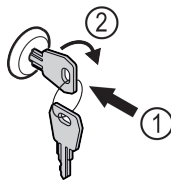

Fig. 82 Voorbeeld
- ▶ Sleutel erin duwen Fig. 82 (1).
- ▶ Sleutel 90° rechtsom draaien Fig. 82 (2).